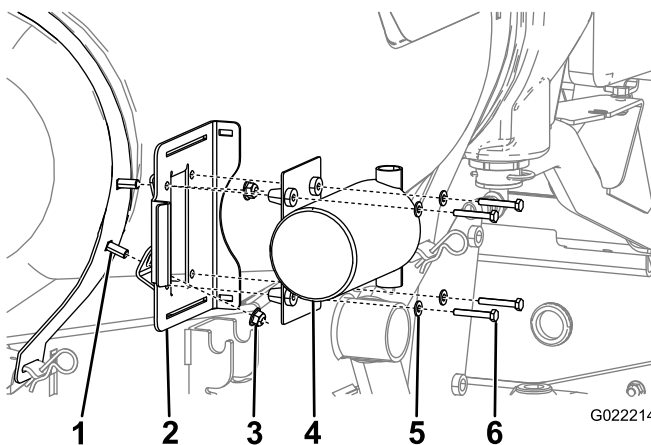

図 9
4. 先ほどとりつけたキャリッジボルトに、すずぎポンプ取り付けブラケットを取り付ける；フランジナット2個を使用する（図 9）。
6. ポンプをフレームに固定する；ボルト 4 本、小さいワッシャ 4 枚を使用する（図 9）。